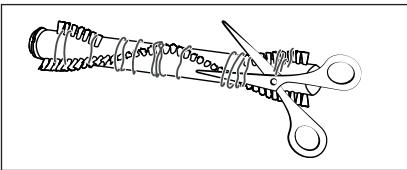

Abb. 28
- 4) Schneiden Sie Fäden und Haare entlang der Borsten der Bürstenrolle **20** mit einer Schere durch (siehe Abb. 28). Entfernen Sie Fäden und Haare von der Bürstenrolle **20**.